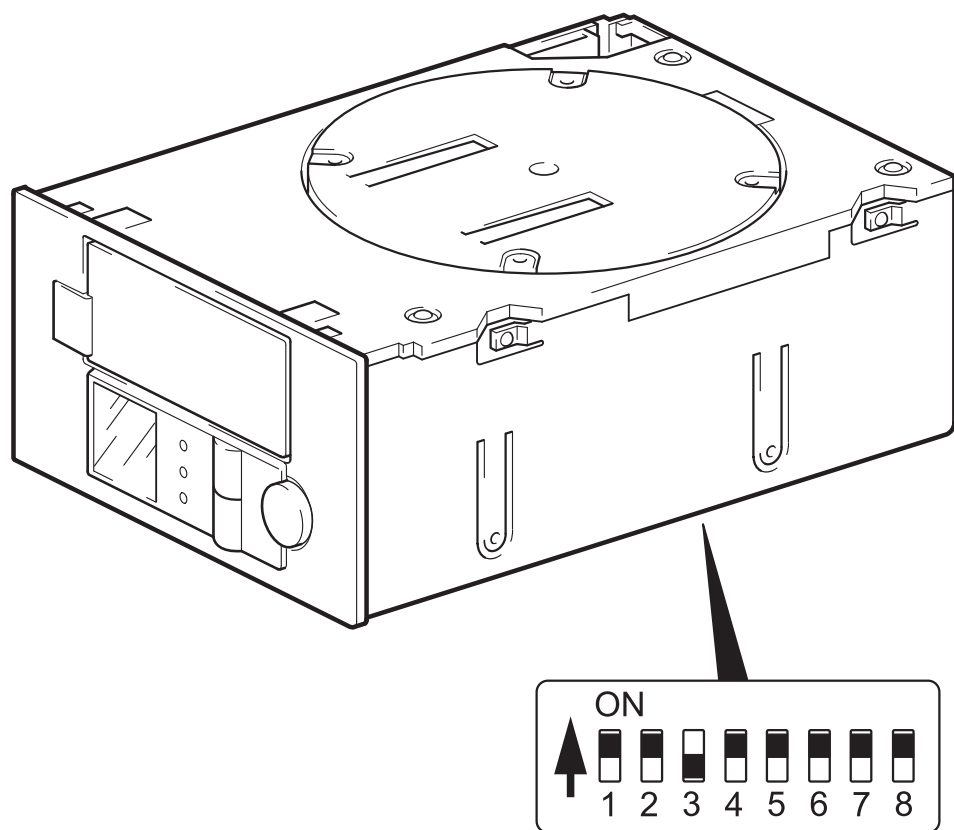

图 5: 检查 UNIX 配置开关
- 2 如果您的 UNIX 配置需要它，请根据图 5 所示的缺省设置，更改位于自动装载器底部的配置开关。